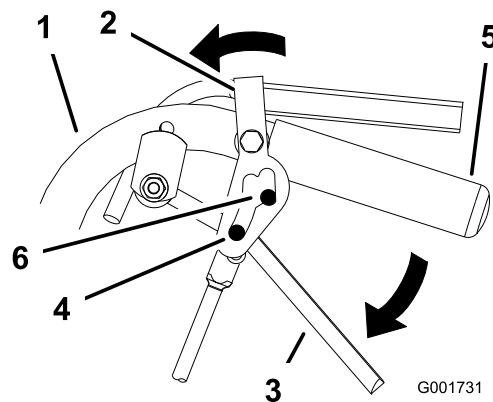

Figura 11
2. Ponga los pulgares en la parte superior de los cierres y muévalos hacia adelante hasta que los pasadores estén en la posición hacia adelante (Figura 11).